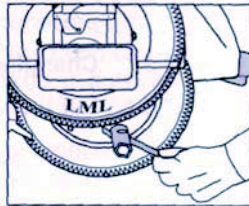

Fig. 38
- 2.3.7 Mettere la prima marcia e mantenere la ruota con una mano. Rimuovere i cinque dadi che fissano la ruota al tamburo del freno utilizzando la chiave a tubo (Fig. 38).